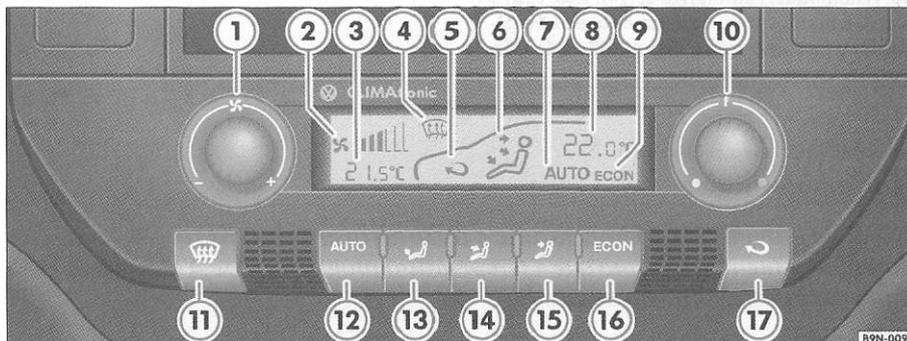

Fig. 86 No painel de instrumentos: comandos do Climatronic
- Gire o interruptor do ventilador => fig. 86 ① para selecionar a velocidade desejada.
- Gire o interruptor da temperatura => fig. 86 ② até atingir a temperatura desejada.
- Pressione qualquer uma das teclas (③ a ⑧) para ativar a função correspondente. Acende-se o respectivo símbolo no display enquanto a função estiver ativada. Pressione novamente a tecla para desligar a função.
- ③ Botão LIGAR/DESLIGAR do sistema e controle dos níveis de velocidade do ventilador
- ④ Indicador do nível de velocidade do ventilador
- ⑤ Indicador da temperatura externa
- ⑥ Indicador do desembaçamento do pára-brisa
- ⑦ Indicador do funcionamento da recirculação do ar
- ⑧ Indicador da direção do fluxo de ar
- ⑨ Indicador AUTO (modo automático)
- ⑩ Indicador da temperatura interna selecionada
- ⑪ Indicador ECON (refrigeração desligada)
- Pressione a tecla [AUTO]. Uma luz acende-se na tecla e o símbolo é visualizado no display => Página 105, fig. 86 Ⓢ.
- Pressione uma das teclas => Página 105, fig. 86 Ⓢ a Ⓢ, [econ] ou gire o botão do ventiladorⓈ. A indicação (auto) no display Ⓢ apaga-se.
- Pressione a tecla (õ) para ligar ou desligar a recirculação do ar. Uma luz acende-se na tecla e o símbolo O => Página 105, **fig. 86 (5)** é mostrado no display.